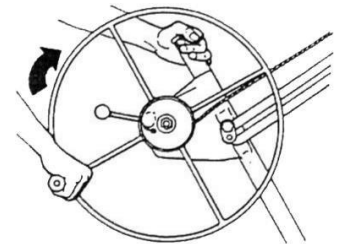

Figure 11
1. Gire la rueda del cabrestante en la dirección que se muestra en la Fig. 11 hasta que la placa esté a la altura deseada. Mientras Al levantar la placa se puede agarrar la varilla del cabrestante. Operación de elevación más fácil.